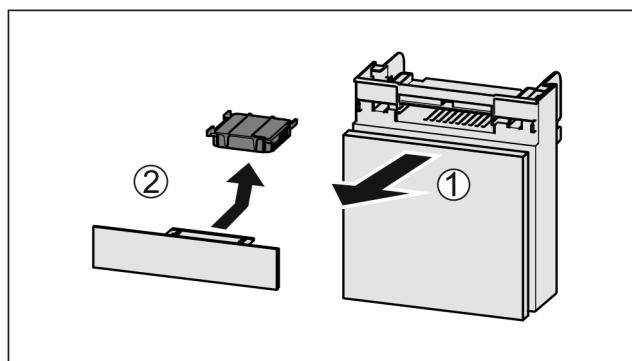

Fig. 127
- Predal izvlecite Fig. 127 (1) naprej.
- Odstranite Fig. 127 (2) aktivni ogleni filter.